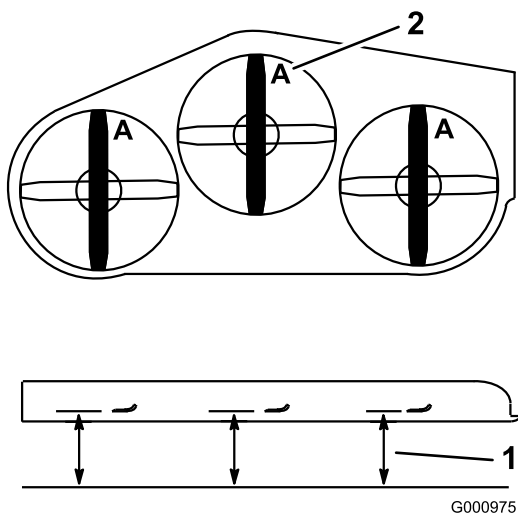

Figura 101
4. Misurare da un piano orizzontale fino al tagliente delle lame, posizione A, (Figura 101).